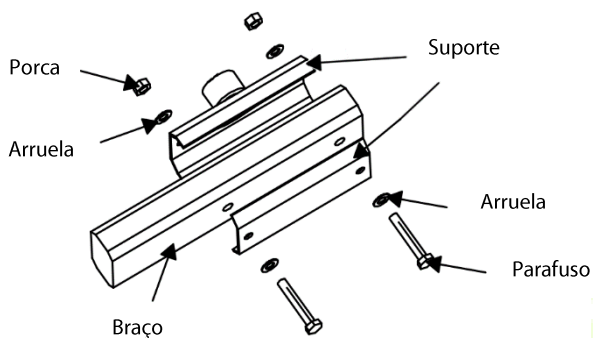

Figura 2 Instalação da braço no suporte
- Instale o braço no suporte, conforme mostrado na Figura 2.